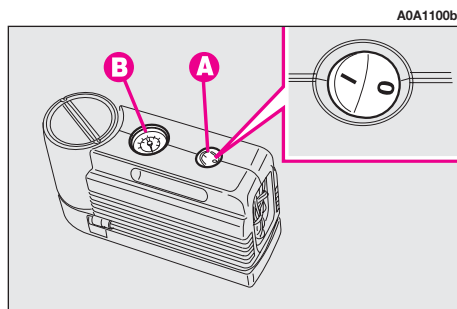
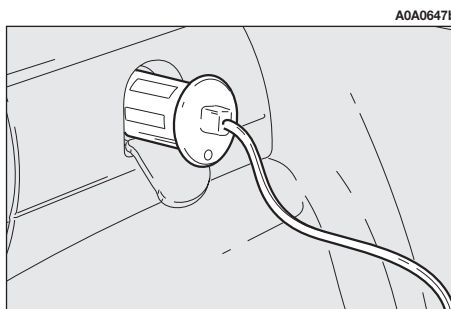

fig. 16
fig. 17
– assicurarsi che l'interruttore **A-fig. 16** del compressore sia in posizione **0** (spento), avviare il motore, inserire la spina **A-fig. 17** nella presa di corrente/accendisigari sul tunnel anteriore e azionare il compressore portando l'interruttore **A-fig. 16** in posizione **I** (acceso);
– gonfiare il pneumatico al corretto valore di pressione. Per ottenere una lettura più precisa si consiglia di verificare il valore della pressione sul manometro **B-fig. 16** con il compressore spento;